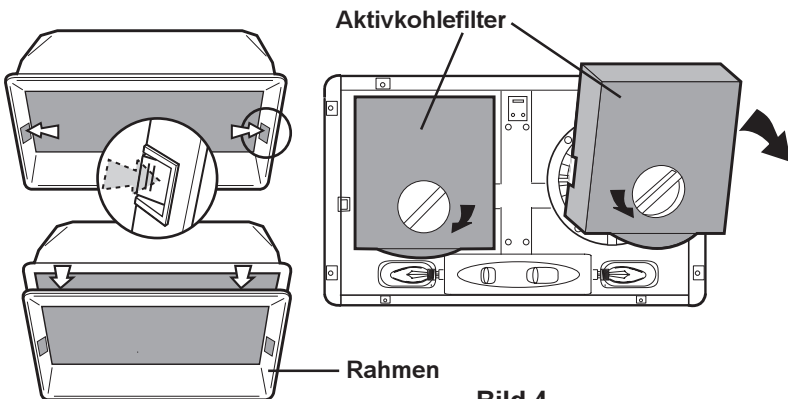

Bild 4
- **Den Rahmen abnehmen:** die zwei Tasten eindrücken und die Halterung herausziehen. **Bild 4.**
- Den Aktivkohlefilter einsetzen und den Knopf im Uhrzeigersinn drehen bis er einrastet. **Bild 4.**